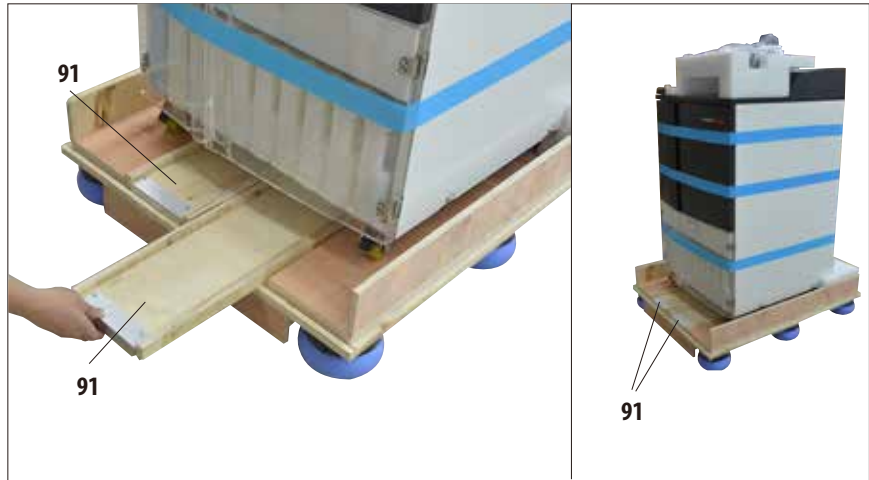

Fig. 8
- Extraer hacia delante los dos carriles (91) de la rampa situada debajo del equipo (fig. 8).